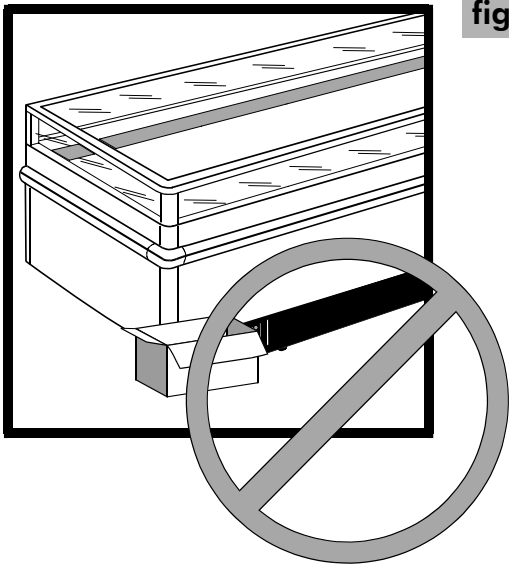

fig. 10
- Non ostacolare il passaggio dell'aria sul condensatore del mobile (vedi fig.10 a pag. 5).